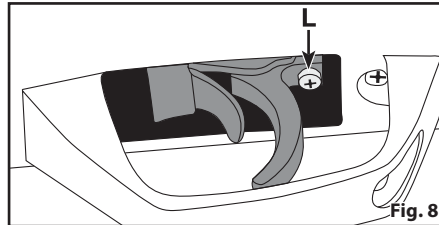

Fig. 8
- L. Parafuso De Ajuste Do Gatilho (Fig. 8)
- Acesse o parafuso de ajuste na parte posterior do gatilho através do orifício no guarda-mato (Fig. 8). **OBS.:** O tamanho e a posição do orifício no guarda-mato podem variar entre modelos.